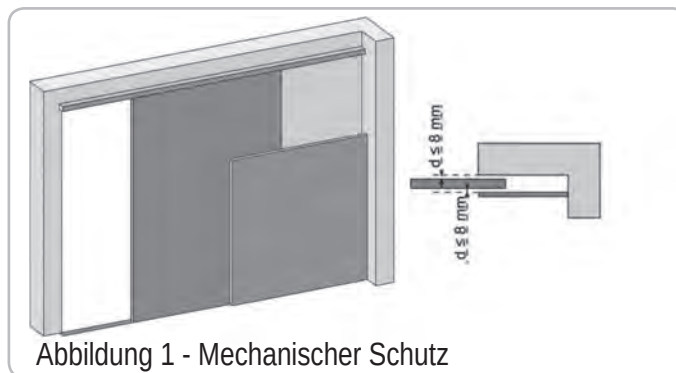
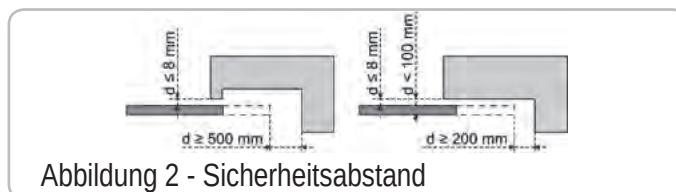

Abbildung 1 - Mechanischer Schutz
Abbildung 2 - Sicherheitsabstand
Schutz durch eine mechanische Vorrichtung (siehe Abbildung 1) oder durch Sicherheitsabstände (siehe Abbildung 2)
2.1 Lieferumfang - Abb. 1
2.2 Anwendungsbereich - Abb. 2
Torart (Abb.2)